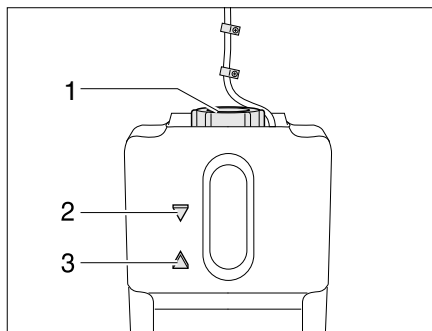

Fig. 374 Vaso d'espansione del riscaldamento ad acqua calda
- Controllare se il livello del liquido nel vaso d'espansione (Fig. 374) è tra la riga del "MIN" (Fig. 374,3) e del "MAX" (Fig. 374,2).
- Aprire il coperchio (Fig. 374,1) del vaso di espansione.